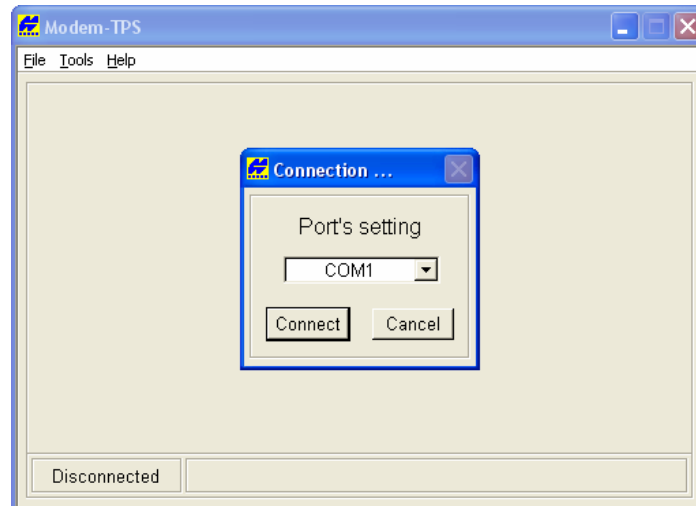

Рисунок 2-23. Подключение Modem-TPS
3. Запустите программу Modem-TPS и выберите последовательный (COM) порт подключения приемника (см. рис. 2-23 на стр. 2-33).